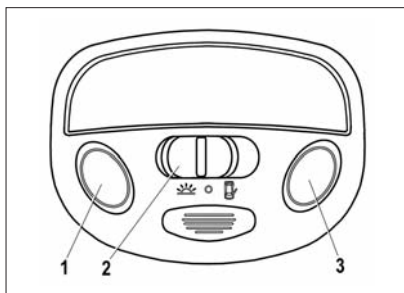

Рис. 186. Блок освещения салона
**В вариантном исполнении** вместо плафона устанавливается блок освещения салона (рис. 186), который включает в себя секции индивидуального освещения мест водителя и переднего пассажира, и секцию общего освещения салона. Левая и правая секции индивидуального освещения включаются/выключаются нажатием на левую 1 или правую 3 кнопки соответственно.